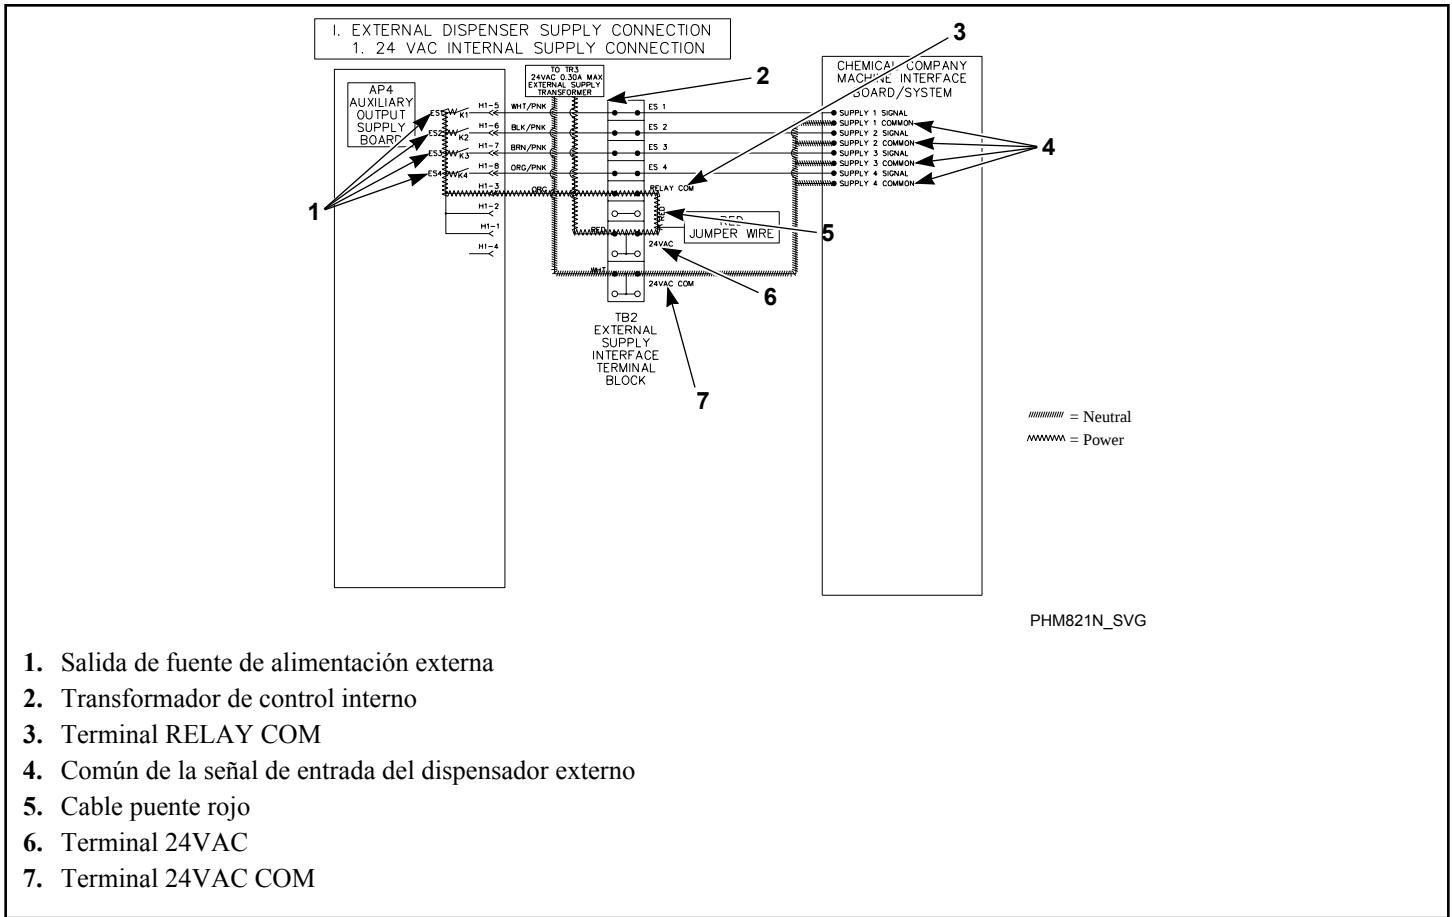

Figura 27
- El segundo terminal se utiliza para conectar el otro lado del transformador de control al común de las señales de salida de la máquina a través de un cable puente rojo "24VAC" y "RELAY COM". Referirse a *Figura 27*.